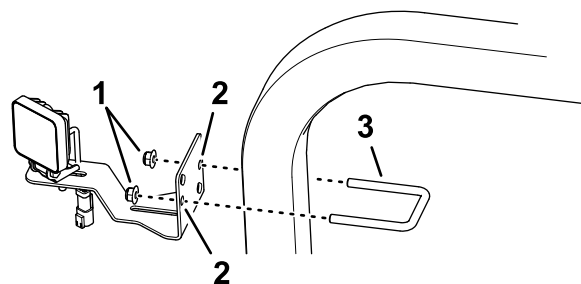

Figure 6
- Fixez l'éclairage à LED et le support sur le tube du système ROPS à l'aide de l'étrier fileté ($\frac{3}{8}$ " x 2-7/16" x 2-13/16") et du contre-écrou à embase, comme montré à la Figure 6.